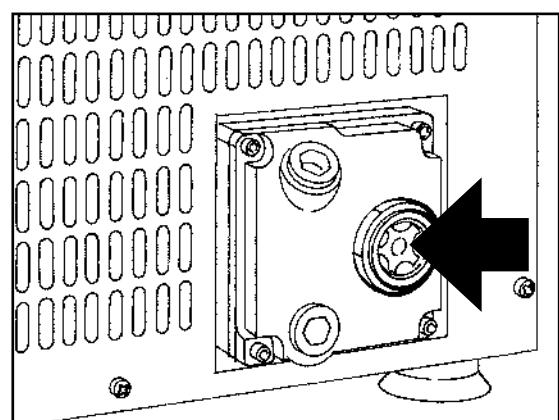

Fig. 2
- c) Überprüfen Sie den vorschriftsmäßigen Ölstand der Pumpe über das Schauglas (**Abb. 2**). Befolgen Sie bei unzureichendem Füllstand die Anweisungen im Kapitel "ÖLWECHSEL DER PUMPE".